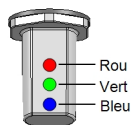

Figure 6: LED
- **Indicateur LED de l'onduleur** (See *Figure 6*) : Indique le statut de l'onduleur, tel qu'il est décrit dans le tableau suivant :
(1) Allumée pendant 1 000 mS et éteinte pendant 1 000 mS
(2) Allumée pendant 100 mS et éteinte pendant 100 mS